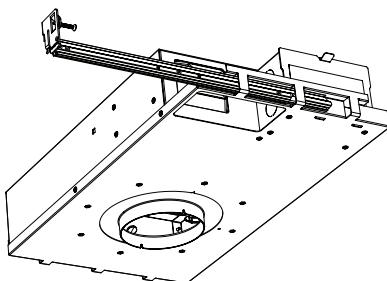

fig. 2
- b. Inserte la barra de clavado interna en las tres hebillas presentes en el extremo de la caja del D3. Asegúrese de que el tornillo esté en la parte superior (consulte la fig. 2).